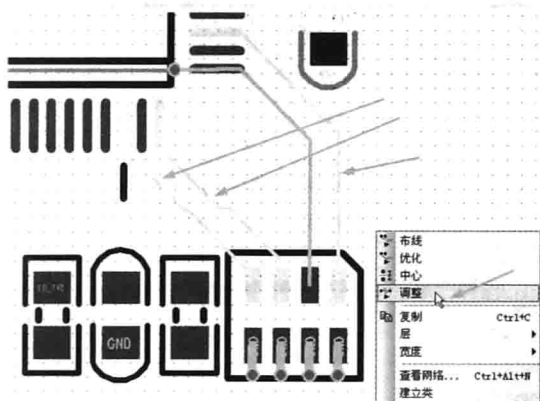
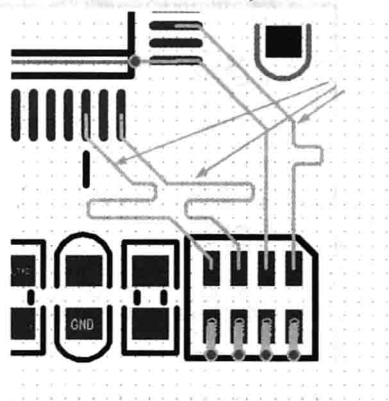

图 8-44 【调整】菜单命令
图 8-45 调整后结果
(3) 调整: 选中设定等长规则且已布线的网络, 单击鼠标右键, 在弹出的快捷菜单中执行菜单命令【调整】, 如图 8-44 所示。完成后如图 8-45 所示。